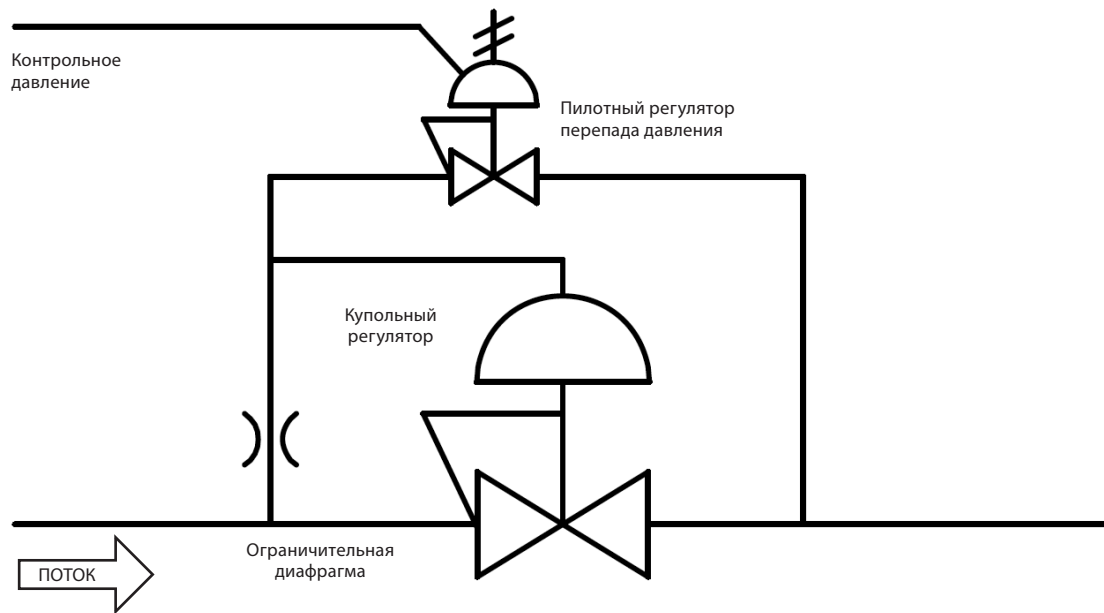

Рис. 3
- **Управление пилотным регулятором перепада давления.** В этом варианте к интегральному пилотному регулятору можно подключить линию контрольного давления (Рис. 3). Затем пилотный регулятор можно скорректировать на установку смещенного давления. Таким образом, давление срабатывания главного регулятора будет равно сумме контрольного и смещенного давлений.